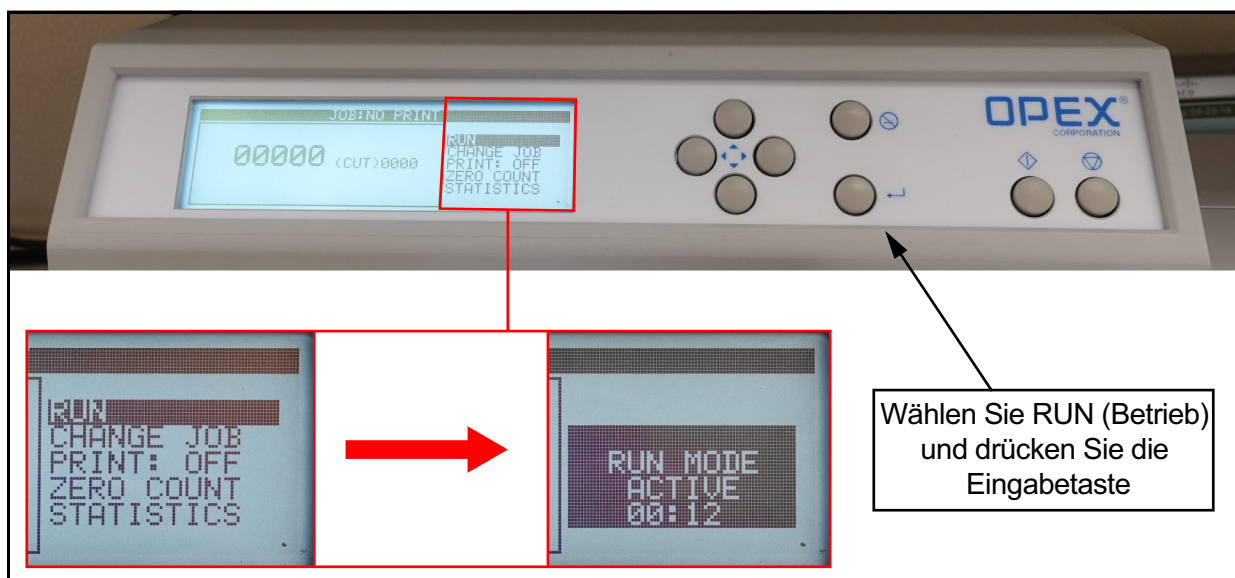

Abbildung 4-11: Das Gerät starten
- Sobald Sie mit dem Betrieb beginnen können, heben Sie mit Hilfe der Pfeiltasten **Run (Betrieb)** hervor und drücken Sie die Taste Enter (Eingabe), um das Gerät zu starten (Abbildung 4-11). Der Bildschirm wird „RUN MODE ACTIVE“ (Betriebsmodus aktiviert) und die verstrichene Betriebszeit anzeigen.